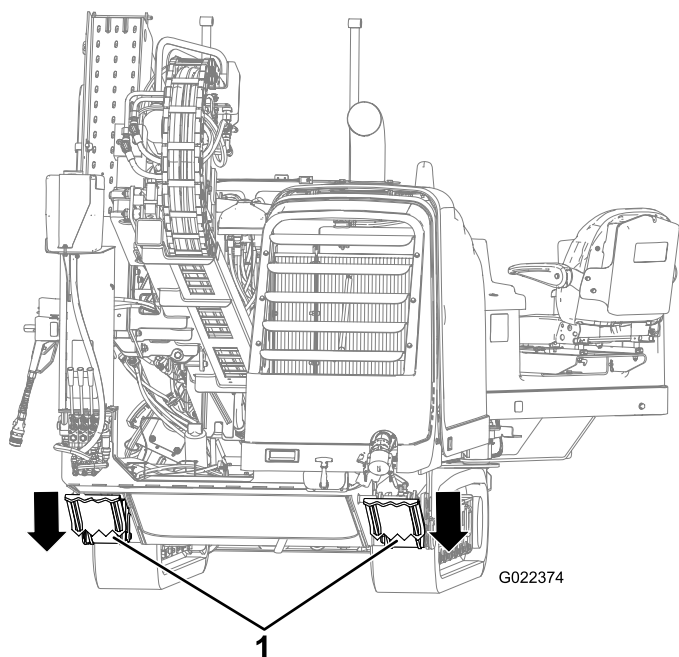

Figure 79
10. Abaissez les stabilisateurs arrière jusqu'à ce qu'ils soient bien en appui sur le sol, ou jusqu'à ce que l'angle de pénétration voulu soit obtenu (Figure 79).